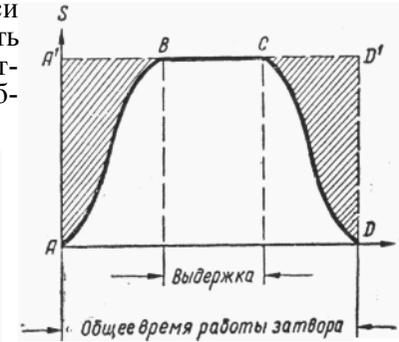

Рис. 6. График работы затвора.
График работы центрального затвора представлен на рис. 6, где по оси абсцисс в масштабе отложено время выдержки (t), а по оси ординат — освещенность (S). Цикл работы затвора называется общим временем